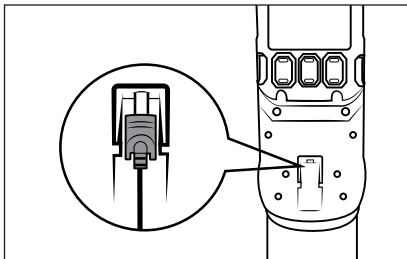

Fig. 8
- Støvsugeren kan også oplades direkte med netadapteren **9**. Tag hulstikket **10** ud af vægholderen **17** med en let drejning, og sæt det ind i ladestikket **2** på produktet (se fig. 8).